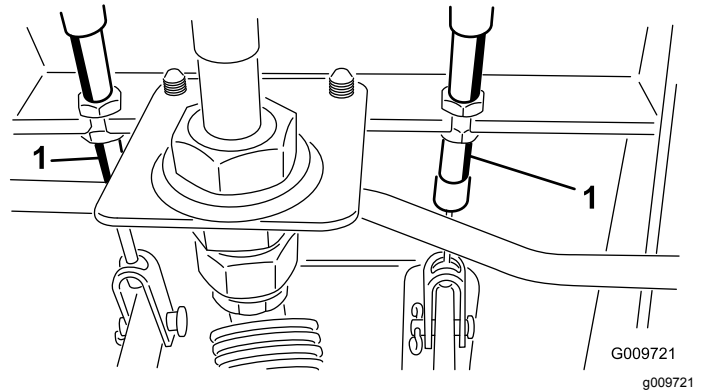

Figura 97
- A. Desaperte a porca dianteira na extremidade roscada do cabo do travão (Figura 97).